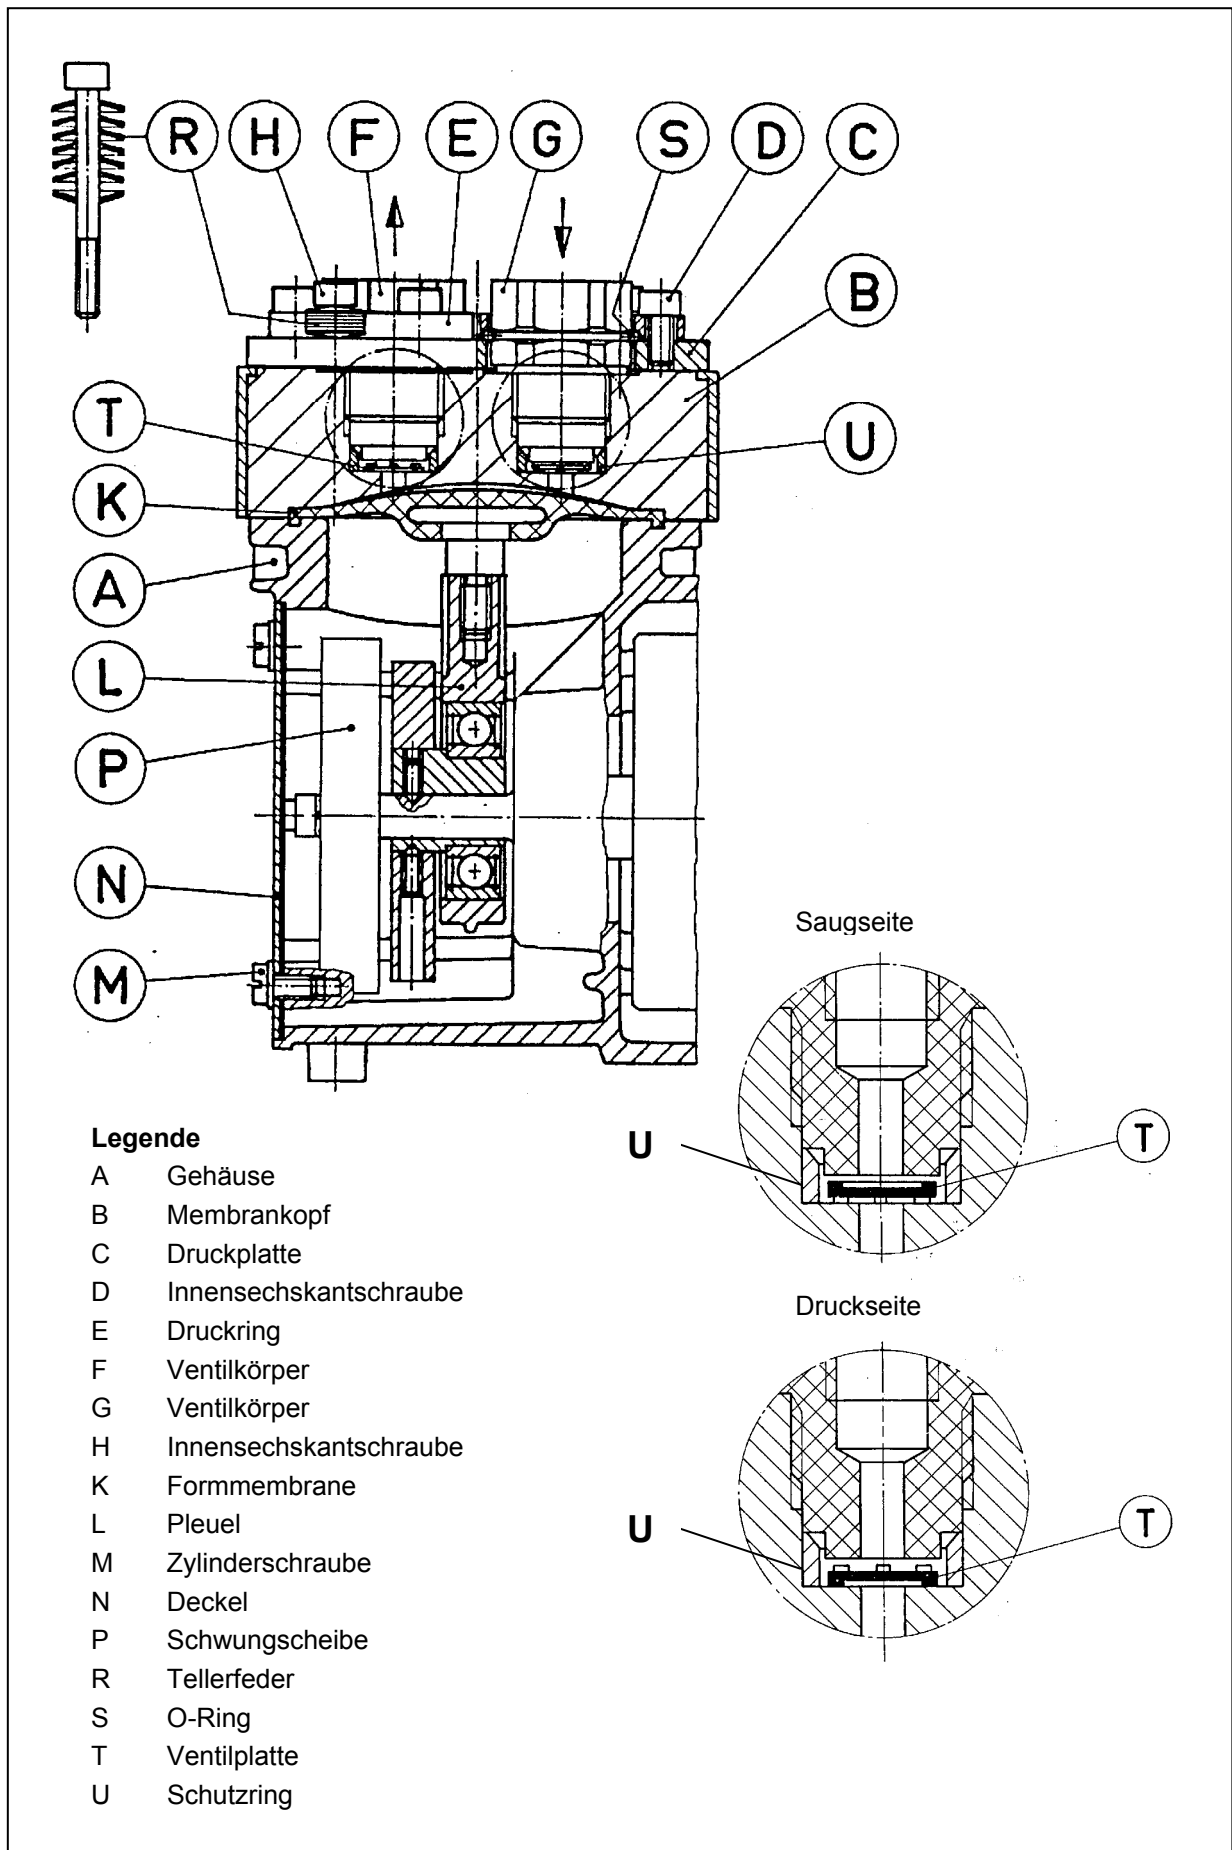

Fig. 4: Pumpenteile
\*\* Nach Fig. 4
- i** Die Positionsbezeichnungen innerhalb der folgenden Arbeitsanweisung beziehen sich auf die Fig. 4.
2. Den Schutzring U aus den beiden Bohrungen im Membrankopf B entnehmen und jeweils einen neuen Schutzring einlegen. Zur Ausrichtung der Schutzringe siehe Detaildarstellung in Fig. 4.
- i** Auf die richtige Lage der Ventilplatten achten (siehe Detaildarstellung in Fig. 4):
*\*nach Fig. 4*